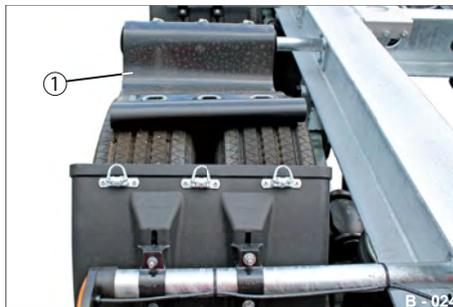

Abb. 39 Plane lose
► Nehmen Sie die Plane (Abb. 39/1) ab.